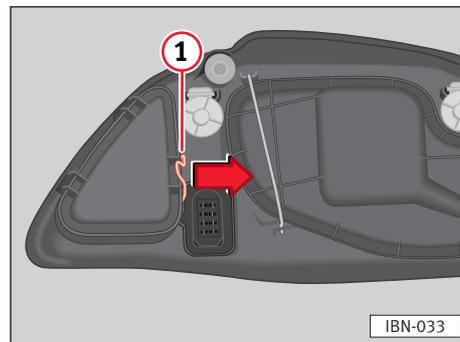

Fig. 153
- Staccare il tirante ⇒ fig. 153 ① nel senso della freccia e togliere il coperchio.